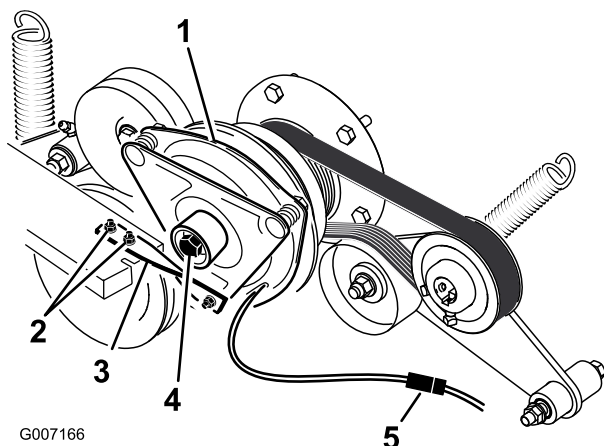

Figura 58
6. Desenchufe el conector eléctrico del embrague (Figura 58).
7. Retire los dos pernos que sujetan la correa de goma del embrague al bastidor del cortacésped (Figura 58).
8. Retire el perno central que sujeta el embrague al eje del motor, y retire el embrague y la chaveta (Figura 58).
15. Sujetando el cigüeñal en la parte trasera de la máquina, instale el perno central y apriételo a 68 Nm (50 pies-libra) (Figura 58).
16. Instale la correa de goma del embrague al bastidor del cortacésped con los dos pernos y tuercas que se retiraron anteriormente (Figura 58).
18. Enchufe el conector eléctrico del embrague (Figura 58).